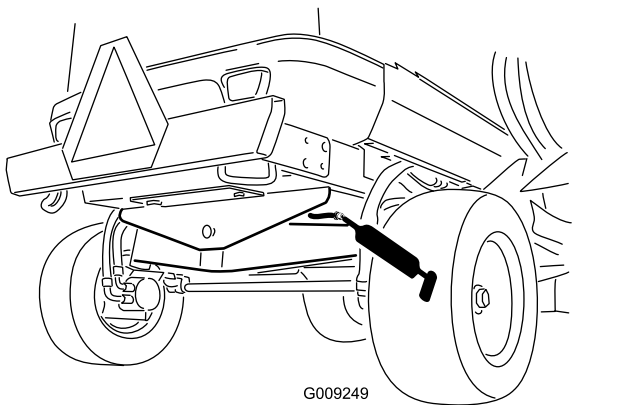

Figura 88
- 1 casquilho da articulação do eixo traseira (Figura 88)